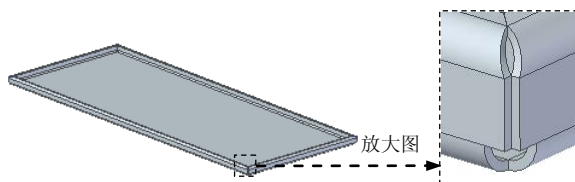
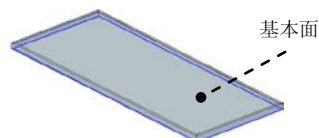

图 8.13.230 变换为钣金
图 8.13.231 定义基本面
(3) 单击命令条中的  按钮，完成特征的创建。
Step10. 将实体转换为图 8.13.230 所示的钣金。
(1) 选择命令。选择下拉菜单   变换为钣金 命令。
(2) 定义基本面。选取图 8.13.231 所示的模型表面为基本面。